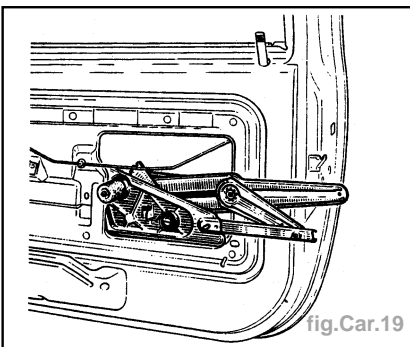

fig.Car.19
- Sortir le mécanisme (fig.Car.19).